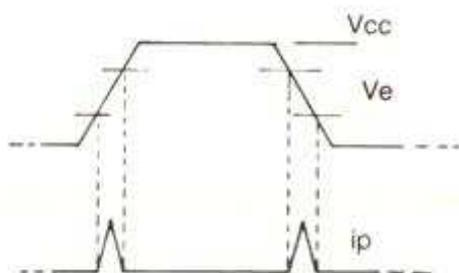

FIGURE 5. – Consommation de courant pendant les transitions.
– Pratiquement, la consommation des C-MOS n'apparaît qu'en régime dynamique, au moment de la transition de la tension de grille de 0 à 1. En effet, lorsque cette tension est de l'ordre de 1/2 Vcc, les deux transistors tendent à conduire en même temps. Voir figure 5. Plus il y a de commutations et plus il y a de consommation : celle-ci est donc proportionnelle à la fréquence des signaux transmis.